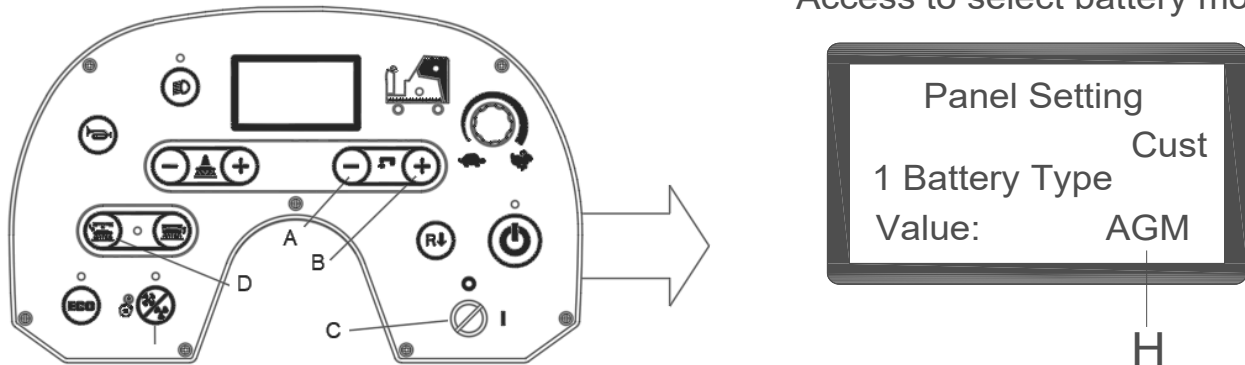

Figura 6
1. Pulse al mismo tiempo el botón del caudal de agua «-» (A, figura 6) y «+» (B, figura 6).
2. Introduzca la llave de encendido (C, figura 6) y colóquela en la posición «I».
3. Varios segundos más tarde, entre en la pantalla de selección del modo de batería (figura 6).
4. Pulse el botón del caudal de agua «-» (A, figura 6) y «+» (B, figura 6) para seleccionar el modo de batería (H, figura 6)
5. Pulse el botón de desbloqueo (D, figura 6). Al cabo de 3 segundos aparece «Actualización OK» esto quiere decir que la actualización se ha realizado correctamente, reinicie la máquina. (C, figura 6).